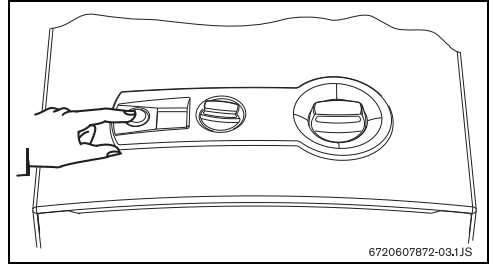

Fig. 4
- Para tal fin, basta conectar el interruptor (→Fig. 4).